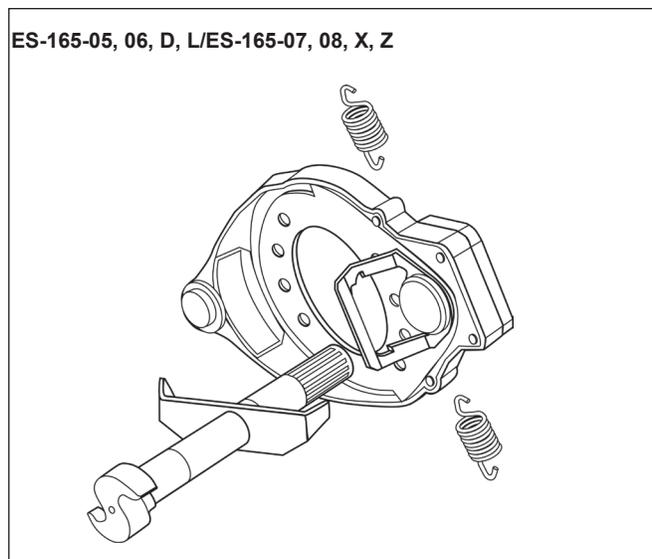

Figura 53 – Sistema de retención de collera
**NOTA ESPECIAL:** Para frenos de eje de dirección ES-165-05, 06, 07 DL, que usen el sistema de retención de muelle de zapata, coloque la arandela del cabezal de la leva con la flecha de "stamped spider" (araña estampada) apuntando hacia el centro de la araña. La collera debe colocarse de primero sobre el tubo de la leva, luego la arandela ES y finalmente la leva. Consulte la figura 53.